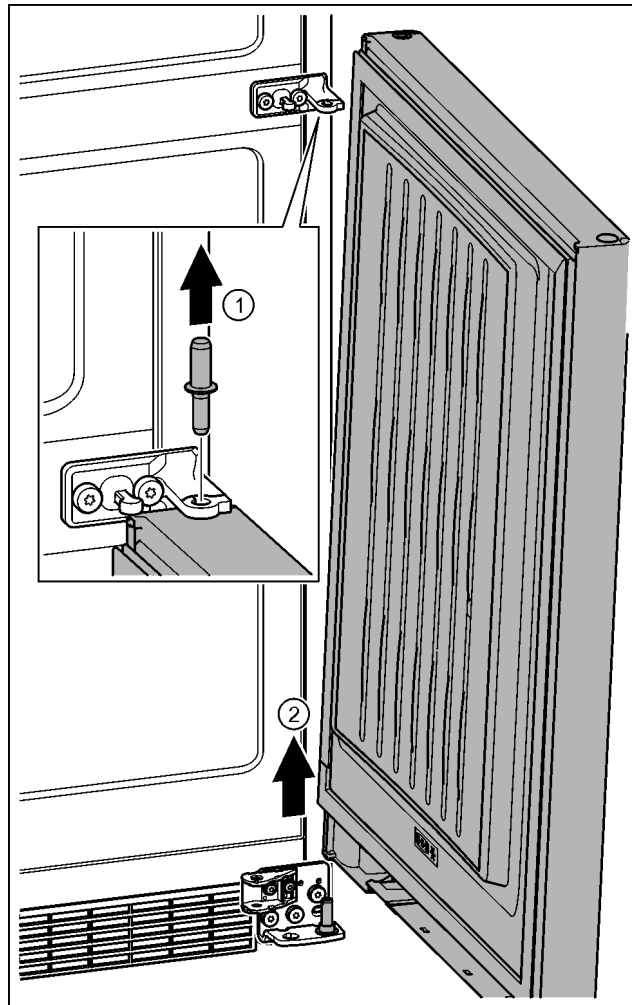

Fig. 24
- ▶ Estrarre il perno verso l'alto. *Fig. 24 (1)*
- ▶ Ruotare la porta per estrarla sollevandola e sistemarla da parte. *Fig. 24 (2)*